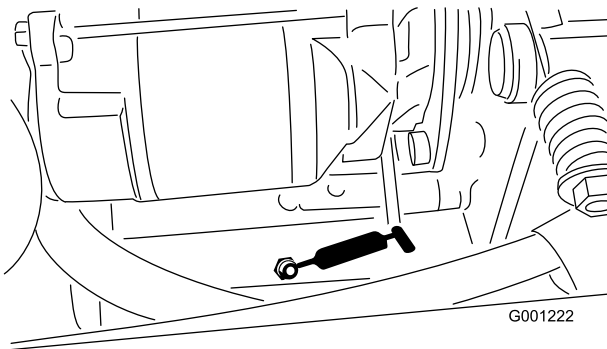

Figura 42
- perno di tensionamento della PDF (Figura 42)
- cuscinetto posteriore della PDF (Figura 42)